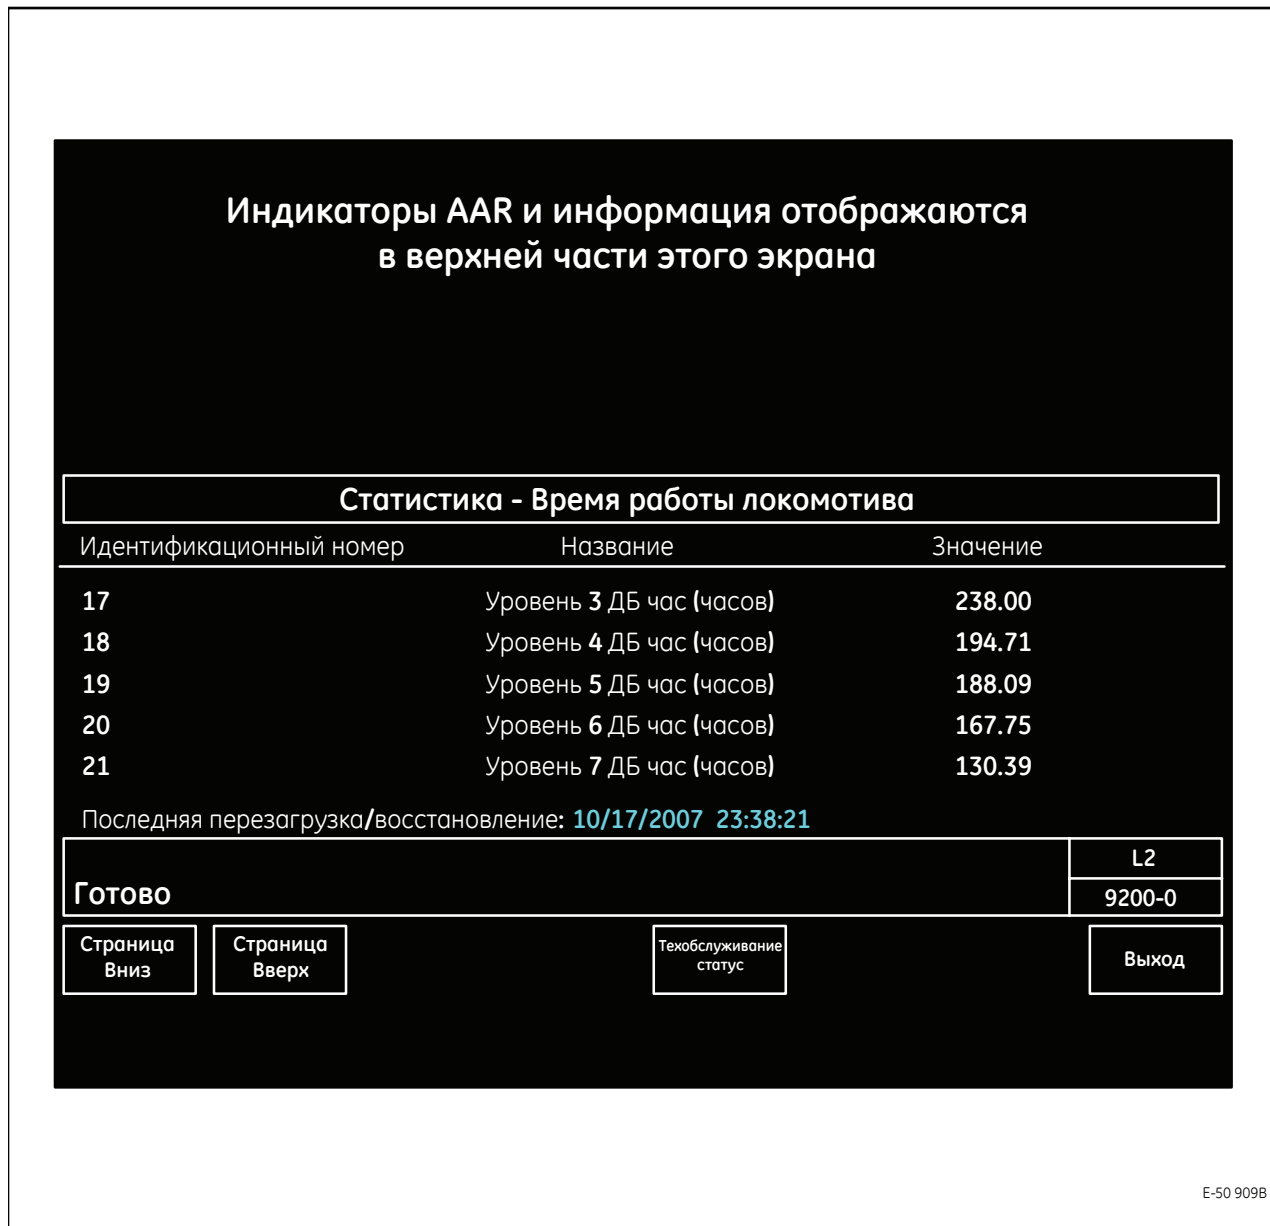
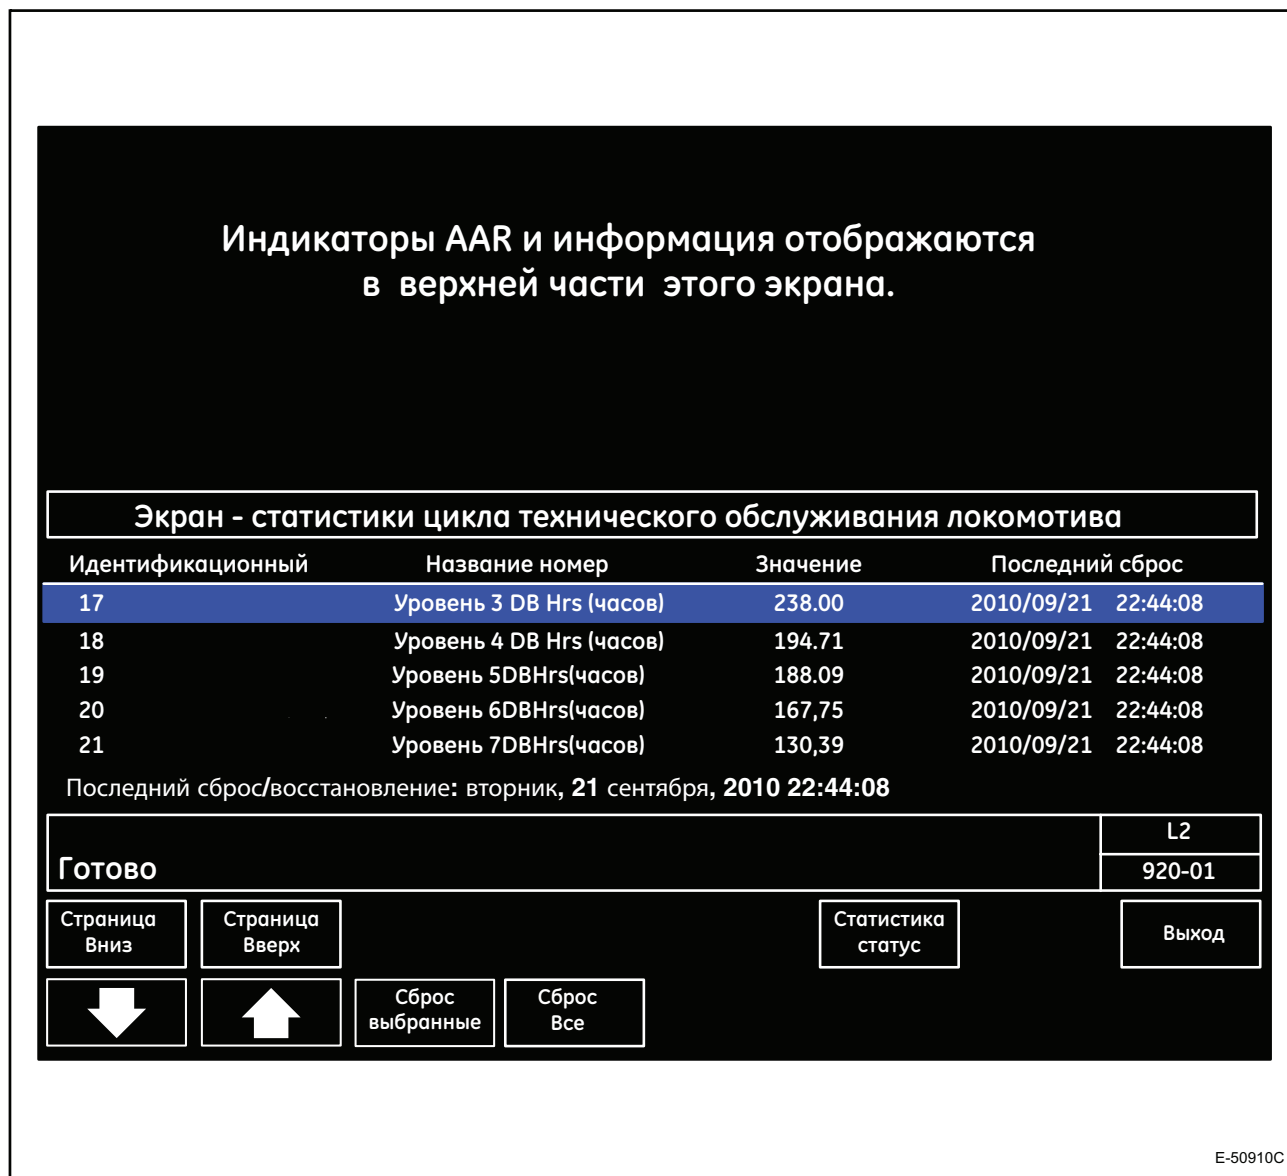

Рисунок 47. Типовой экран статистики срока службы локомотива (9200-0)
Рисунок 48. Типовой экран статистики технического обслуживания локомотива (9210-0)
Экран статистики срока службы локомотива (9200-0, Рисунок 47), экран 1 и 2 уровней доступа, отображает список статистической информации, например: идентификатор, название и текущее значение одной статистической величины, относящейся к заданному для группы аккумуляторов интервалу сброса, а также время последнего сброса или восстановления (в зависимости от того, что наступит ранее). Он также предоставляет доступ к экрану статистики технического обслуживания локомотива" (9210-0, Рисунок 48). На 2 уровне данные экраны также обеспечивают доступ к экранам подтверждения для каждого типа.
Нажмите сенсорную клавишу 1 (**Statistics**) (Статистика) на экране дополнительных меню главного рабочего экрана (0000-1, Рисунок 3), чтобы вывести экран статистики срока службы локомотива" (9200-0, Рисунок 47). Выполняя эту операцию, соблюдайте *процедуры эксплуатации железной дороги*. Активные сенсорные клавиши и краткое описание их назначения:
2. Сенсорная клавиша F5 (**Maint Stats**) (Статистика технического обслуживания) - отображает экран статистики технического обслуживания локомотива (9210-0, Рисунок 48). Дополнительные сведения см. в разделе 3.7.2.2., *СТАТИСТИКА ЦИКЛА ТЕХНИЧЕСКОГО ОБСЛУЖИВАНИЯ* настоящей публикации.
3. Сенсорная клавиша F8 (**Exit**) (Выход) на экране статистики срока службы локомотива" (9200-0, Рисунок 47) возвращает на главный рабочий экран НМІ (0000-0, Рисунок 2).
Нажмите сенсорную клавишу 1 (**Statistics**) (Статистика) на экране дополнительных меню главного рабочего экрана (0000-1, Рисунок 3), чтобы отобразить экран статистики срока службы локомотива" (9200-0, Рисунок 47), затем нажмите сенсорную клавишу F5 (**Maint Stats**) (Статистика технического обслуживания), чтобы отобразить экран статистики технического обслуживания локомотива" (9210-0, Рисунок 48). Выполняя эту операцию, соблюдайте *процедуры эксплуатации железной дороги*. Активные сенсорные клавиши и краткое описание их назначения:
3. Сенсорная клавиша F6 (**Life Stats**) (Статистика срока службы) - отображает экран статистики срока службы локомотива" (9200-0, Рисунок 47). Дополнительные сведения см. в разделе 3.7.2.1., *СТАТИСТИКА - СРОК СЛУЖБЫ ЛОКОМОТИВА* настоящей публикации.
- При нажатии сенсорной клавиши F8 (**Cancel**) (Отмена) - происходит возврат к экрану статистики срока службы локомотива (9210-0, Рисунок 48) без сброса статистики.